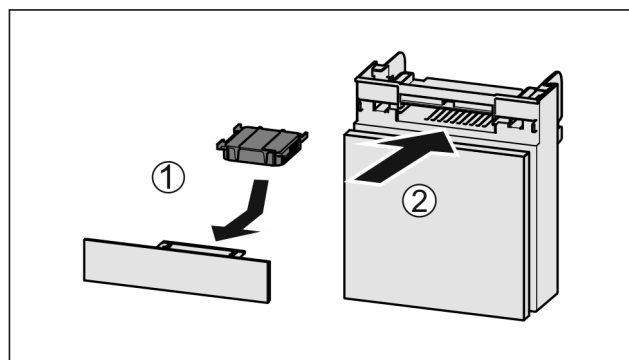

Fig. 129
- Helyezze be Fig. 129 (1) az aktívszén-szűrőt az ábrán látható módon.
- Tolja be Fig. 129 (2) a rekeszt.